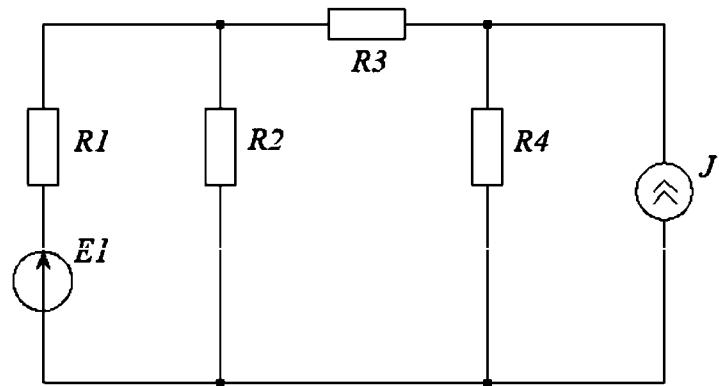

Рис. 1.64. Схема к задаче 2
2. Определить ток  $I_3$ , если  $R_1 = 1 \text{ Ом}$ ,  $R_2 = R_4 = 1 \text{ Ом}$ ,  $R_3 = 1 \text{ Ом}$ ,  $E_1 = 110 \text{ В}$ ,  $J = 2 \text{ А}$  (рис. 1.64).